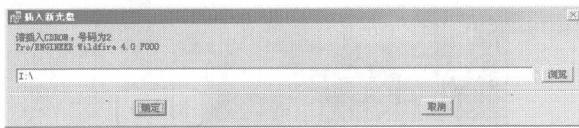

图 1-13 “插入新光盘”对话框
- 步骤11** 在软件安装过程中，系统将自动提示插入光盘符，如图 1-13 所示。用户只需按提示插入相应的盘符，再单击“确定”按钮，系统将自动读取光盘中的内容。